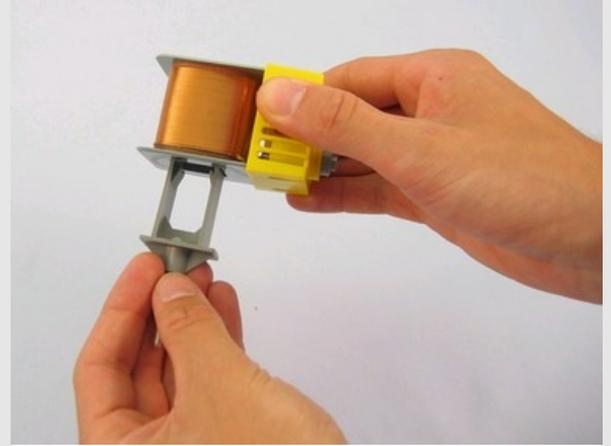

Fig. 1
- Assemble le modèle du galvanomètre conformément aux figures 1 et 2 :